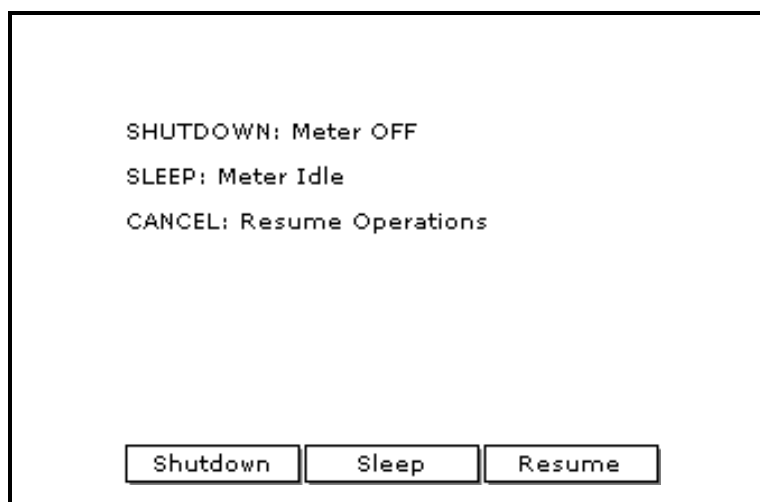

图 1-2 : 关机菜单
1. 要关闭 PM880，请按住红色键达 3 秒钟。此时将出现类似于下图 1-2 的屏幕。